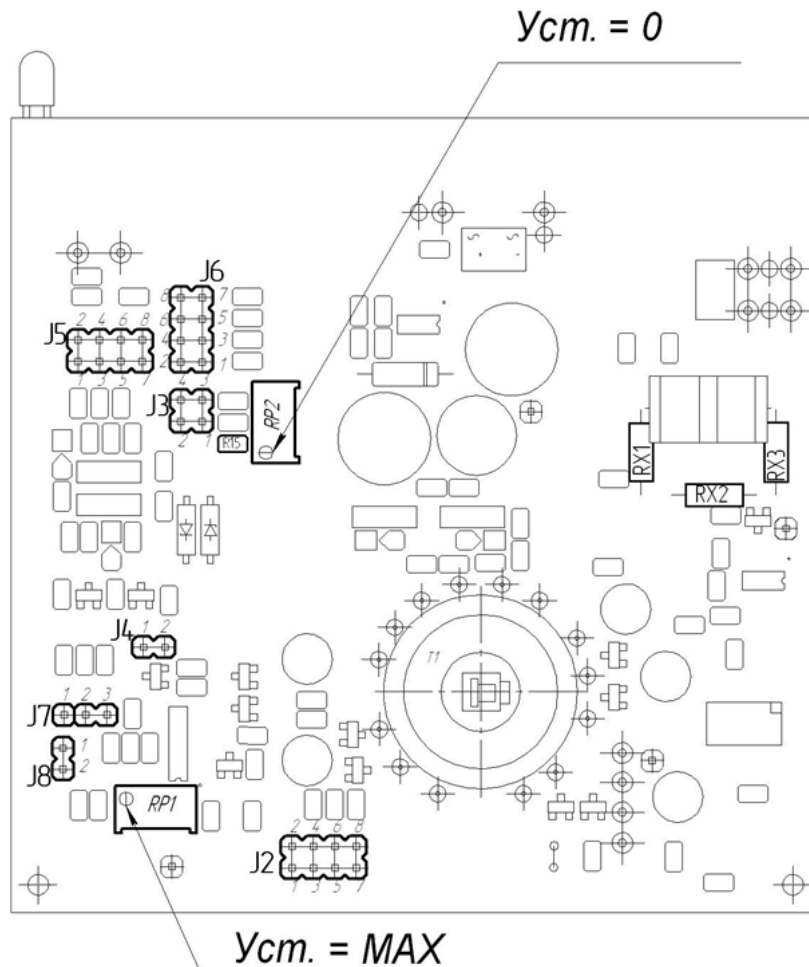
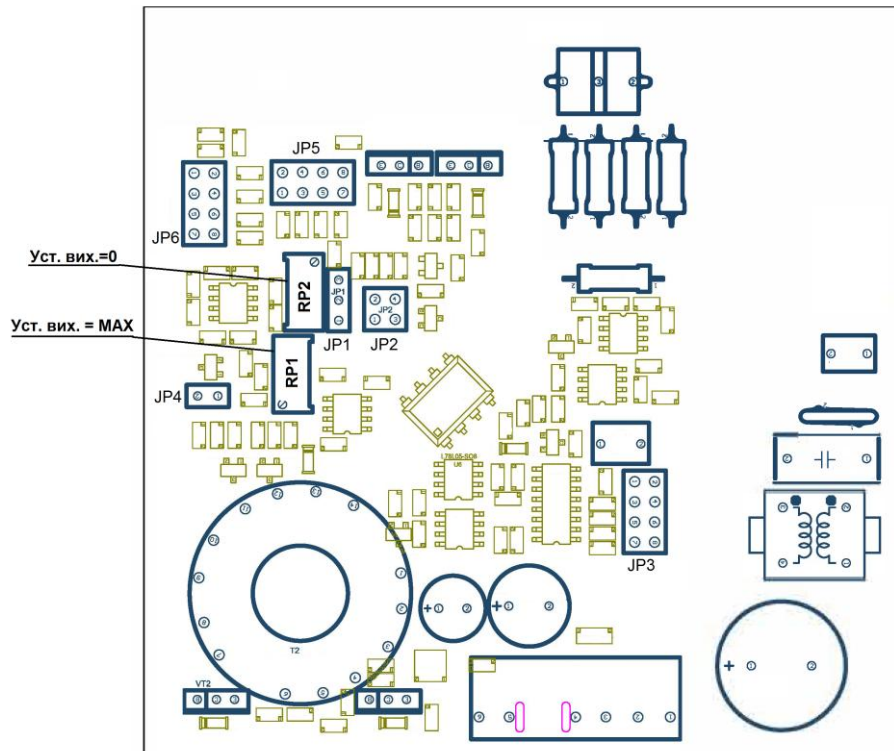

Рисунок 3.2 - Схема розташування елементів налаштування та регулювання ПНС-2 (для приладів з платою ПРМК.758740.290)
Рисунок 3.3 - Схема розташування елементів регулювання та налаштування ПНС-2 (для приладів з платою ПРМК.758740.1034)
3.2.4 Для перенастроювання перетворювача на інші вхідні/вихідні сигнали використовуйте рисунок 3.2 (для приладів з платою ПРМК.758740.290) і таблицю 3.1.
3.2.5 Для перенастроювання перетворювача на інші вхідні/вихідні сигнали використовуйте рисунок 3.3 (для приладів з платою ПРМК.758740.1034) і таблицю 3.2.
Час перетворення для приладу ПНС-2 із заводською установкою дорівнює 6 секунд - це максимальний час, необхідний для перетворення значення вхідного сигналу при різкій його зміні (на весь діапазон шкали - від 0% до 100% або навпаки). Якщо потрібно переналаштувати час перетворення, необхідно змінити положення перемичок J7 і J8 (див. рисунок 3.2) відповідно до таблиці 3.4 або перемикач JP3 (див. рисунок 3.3) відповідно до таблиці 3.5.